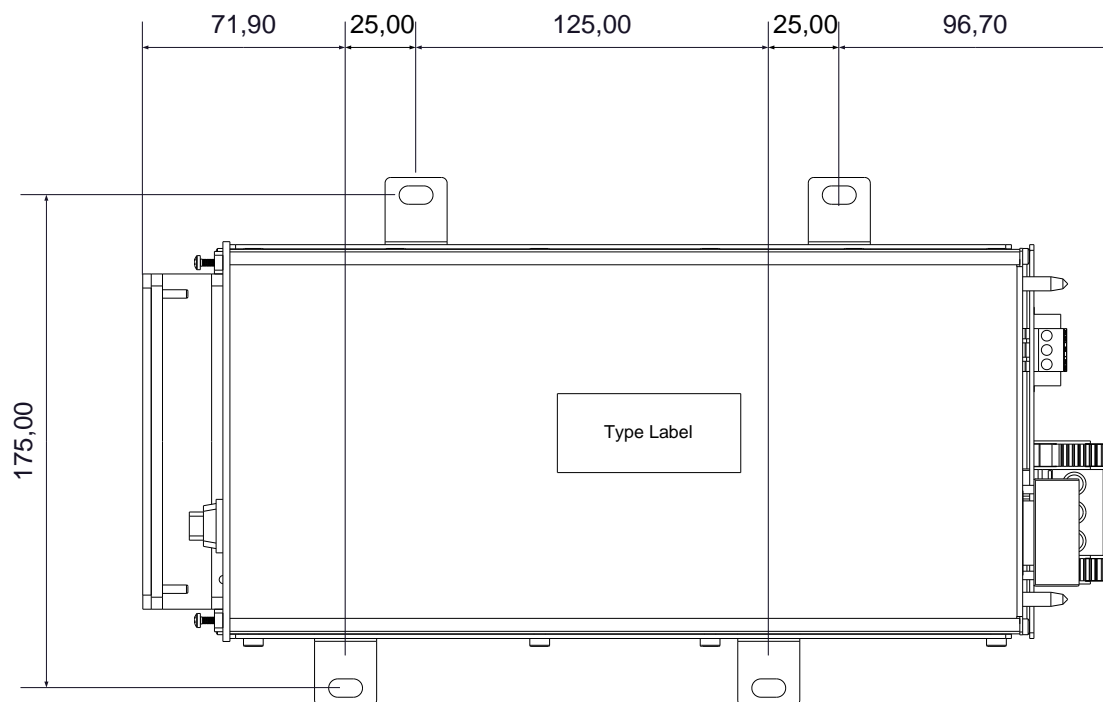

Рис. 4: Размерный чертеж вариантов PS 1000/230 026 и 027 для настенного монтажа
- Блок питания оснащен четырьмя точками крепления и может устанавливаться как в вертикальном, так и в горизонтальном положении. Точки крепления расположены на таком расстоянии друг от друга, чтобы блок питания на профильных шинах с перфорированной решеткой (25 мм) монтажной рамы помещался в электрошкаф NIMA, см. размерный чертеж Рис. 4.